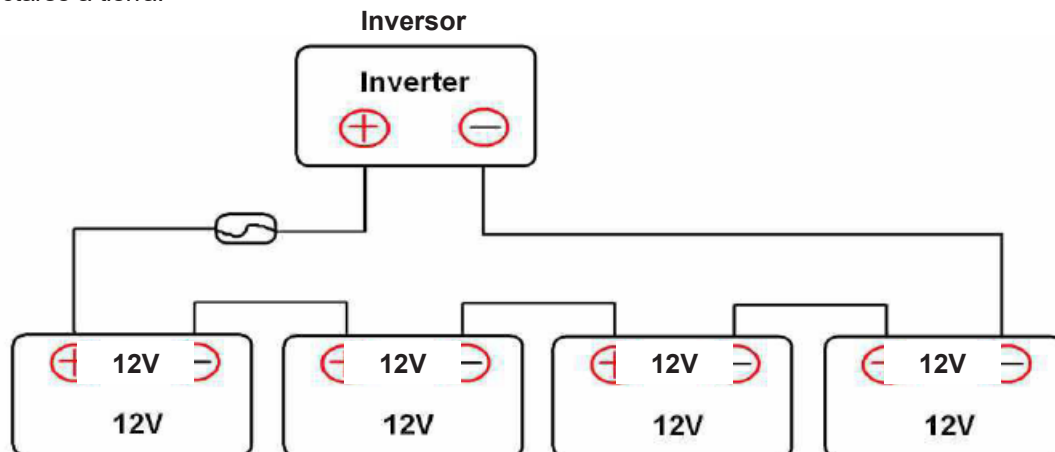

Figura 3.3: Sistema de Batería de 48V CD
9. **Conecte el fusible.** Tripp Lite recomienda conectar la batería a las terminales de CD de su Inversor Cargador con cableado que incluya un fusible y bloque de fusibles o breaker de CD dentro de 46 cm del positivo de la batería. La capacidad del fusible debe igualar o exceder la especificación mínima de fusible de CD mostrada en placa de identificación del Inversor Cargador. Para la correcta colocación del fusible, refiérase a la Figura 3.3. El cable de la batería con el fusible no debe conectarse a tierra.